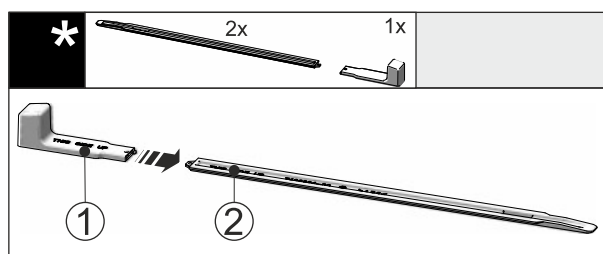

Fig. 49
- Postavite montažnu ručku Fig. 49 (1) na šinu za Fig. 49 (2) niveliranje.